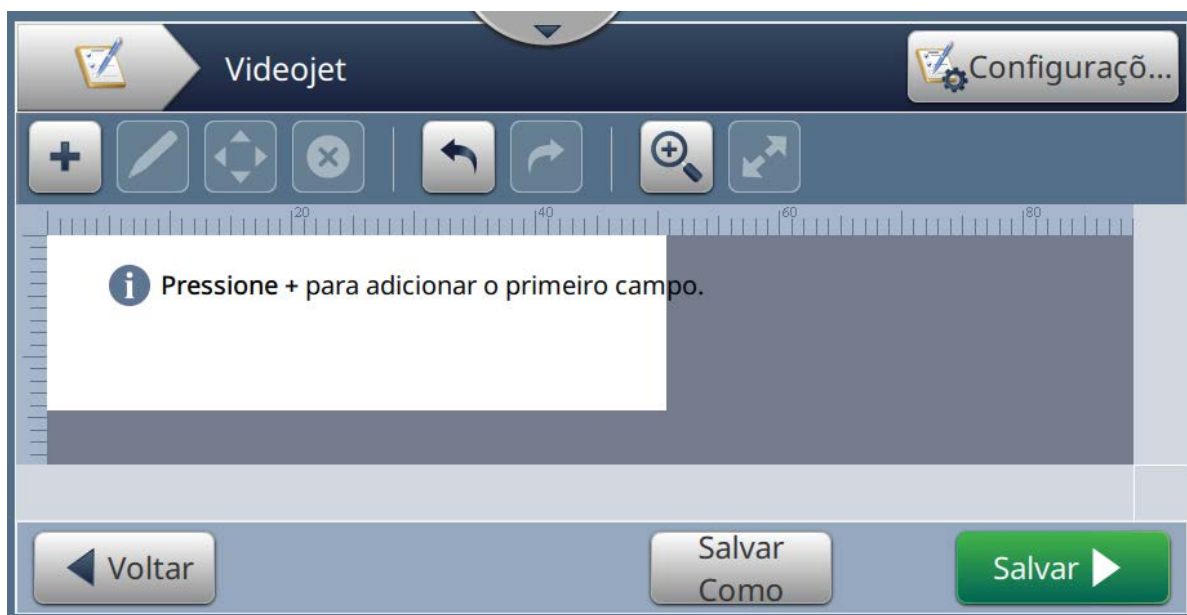

Figura 5-3: Tela Editor de trabalhos
6. A tela Editor de trabalhos é aberta, como mostra a Figura 5-3.